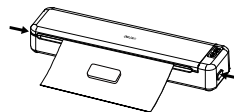

图4
6. 真空包装完成后（指示灯熄灭），同时按下两侧的释放按钮打开上盖并取出真空包装袋，如图4。